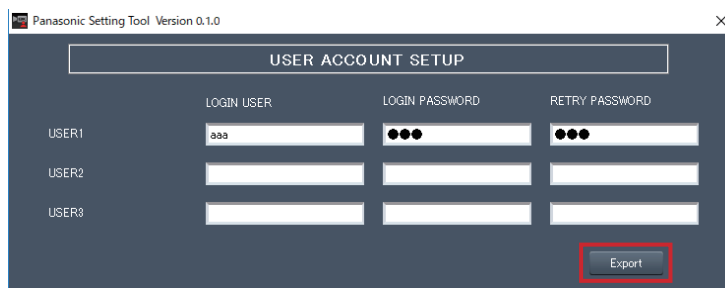

Fig. 1
Il est possible d'enregistrer les comptes de 3 personnes maximum. (Fig.1)
- 3 Cliquer sur le bouton [Export]. (Fig.1)